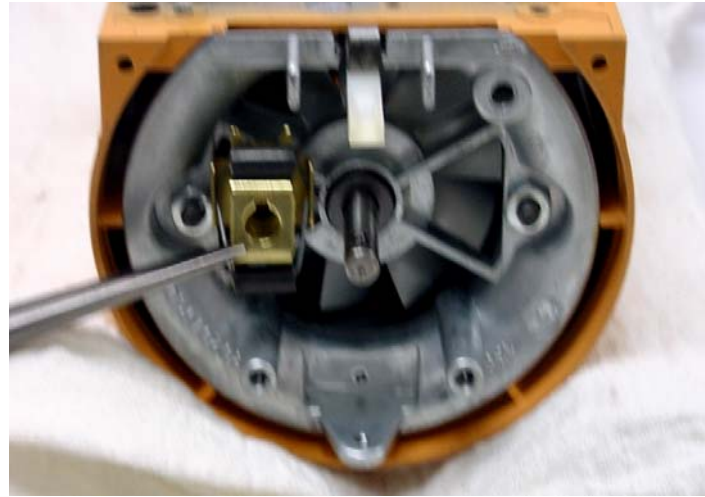

Abb. 45: Fliehkraftregler vor dem Aufsetzen auf die Motorwelle.
M. Ist die Feder des Fliehkraftreglers verrostet, den kompletten Regler ersetzen. Mitnehmerstift in die Ankerwelle einsetzen. Mit dem Mitnehmerstift oben auf der Welle den Fliehkraftregler mit der Nut nach oben aufschieben (Abb. 45). Regler so weit wie möglich auf die Welle drücken.